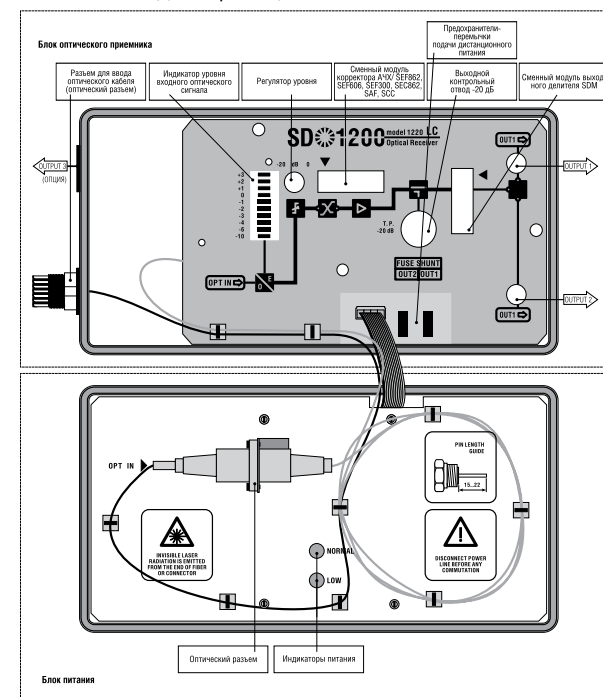

Рис.2. Расположение и назначение встроенных органов регулировок, сменных модулей, а также схема укладки оптического кабеля в оптических приемниках SD01200-LC
- уложите оптический кабель согласно рис.2*;
- вставьте разъем (SC) в оптическую розетку, легко надавливая на него до щелчка.
- проконтролируйте длину центрального проводника коаксиального разъема согласно рис. 2;